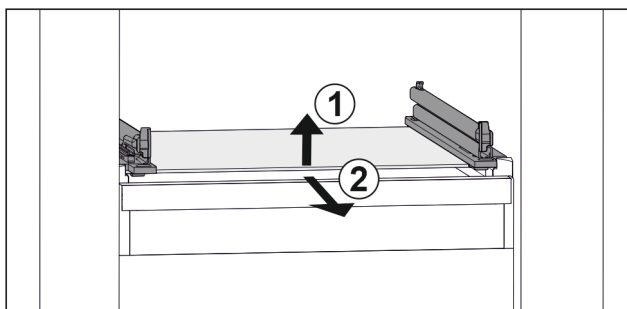

Fig. 82 Beispielhafte Darstellung der Glasplatte
- Glasplatte vorne anheben. Fig. 82 (1)
- Glasplatte nach vorne entnehmen. Fig. 82 (2)